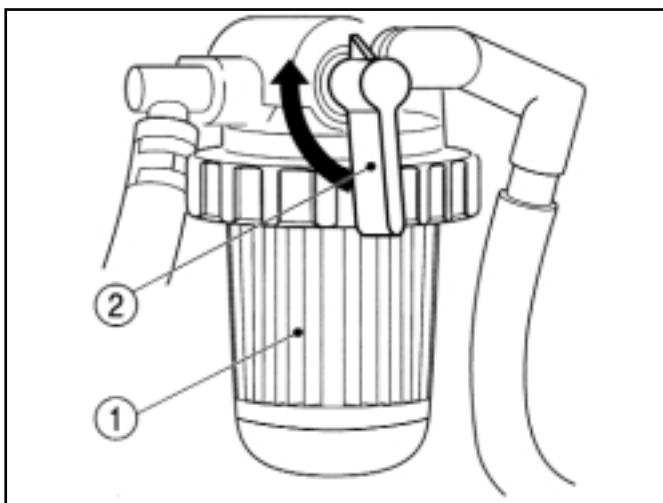

FIG. 112 / ABB. 112 / FIG. 112
Le filtre (1) dans la Fig. 112 se situe à l'avant droit du radiateur du tracteur et est utilisé pour tamiser les impuretés du carburant avant que celui-ci n'arrive dans la pompe d'injection. Le filtre est équipé d'une valve (2) pour faciliter l'entretien du filtre et de la purge du système de carburant.
Coupez l'alimentation en carburant en mettant la valve sur la position "OFF" (poignée vers l'arrière) avant de remplacer le filtre ou d'enlever les sédiments dans le bocal. (Voir la Fig. 112).
Der in Abb. 112 gezeigte Kraftstofffilter (1) befindet sich vorn rechts neben dem Kühler. Er filtert Verunreinigungen heraus, bevor der Kraftstoff die Einspritzpumpe erreicht. Ein Wasserabscheider dient zum Entfernen von Wasserdunst im Kraftstoff. Der Filter besitzt ein Ventil (2), das beim Warten des Filters sowie zum Entlüften des Kraftstoffsysteams verwendet wird.
Zum Austauschen des Kraftstofffilterelements bzw. zum Reinigen des Abscheiders den Kraftstoffhahn auf AUS (Hebel weist nach hinten) drehen (Abb. 112).
De brandstoffilter (1) in Fig.112 bevindt zich aan de rechter voorzijde van de radiator in de tractor. Hij dient om onzuiverheden in de brandstof tegen te houden alvorens de brandstof in de injectiepomp terecht komt. De brandstoffilter bevat een kraantje (2) om onderhoud te doen aan de filter en om het systeem te ontluchten. Controleer de filterkolf op bezinksel of water en maak hem schoon zoals vereist.
Om de brandstoffilter te vervangen of de bezinkselkolf schoon te maken draait u de brandstofkraan in de OFF-stand (hendel naar achteren) (Fig.112). Schroef de spanmoer (1) in Fig.105 los en verwijder de moer, de bezinkselkolf (3) en de O-ring (4). U kunt nu de bezinkselkolf schoonmaken.